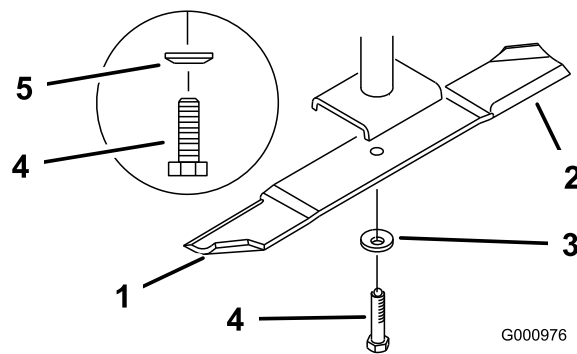
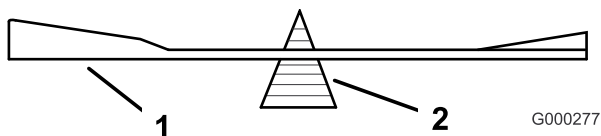

Figure 84
Figure 83
2. Retirez le boulon, la rondelle élastique et la lame de l'axe (Figure 84).
2. Vérifiez l'équilibre de la lame en la plaçant sur un équilibreur (Figure 83). Si la lame reste horizontale, elle est équilibrée et peut être utilisée. Si la lame est déséquilibrée, limez un peu l'extrémité de la partie relevée seulement (Figure 84). Répétez la procédure jusqu'à ce que la lame soit équilibrée.
1. Placez la lame sur l'axe (Figure 84).
2. Installez la rondelle élastique et le boulon de la lame. Le cône de la rondelle élastique doit être dirigé vers la tête du boulon (Figure 84). Serrez le boulon à un couple de 115 à 150 Nm (85 à 110 pi-lb).